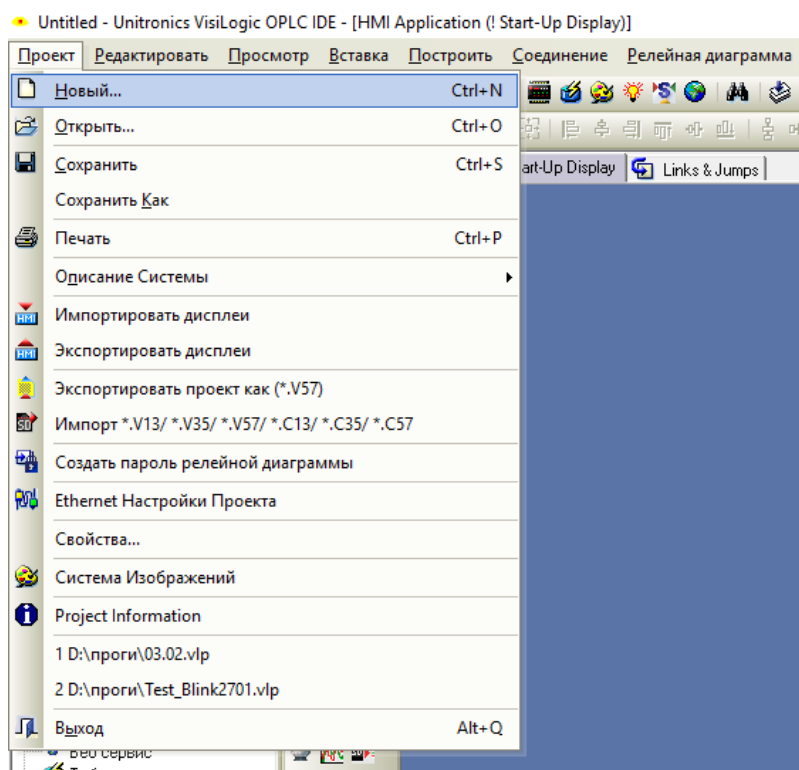

Рис. 1.3. Створення нового проекту
2. Після цього створюємо новий проект (рис. 1.3).